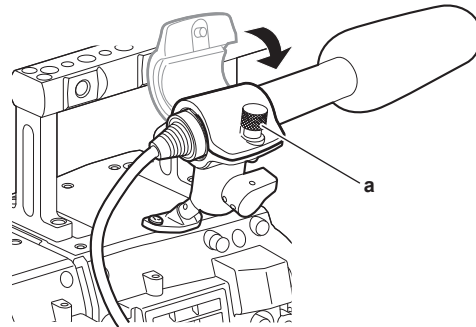

図 2
- 2 マイクを取り付け、固定ねじ（a）を締める。（図 2）